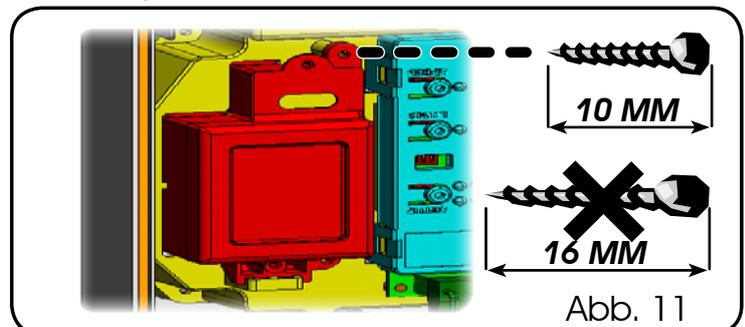

Abb. 11
- Die Batterie in die soeben ausgebildete Aufnahme einsetzen und an den entsprechenden Verankerungshalterungen befestigen (Abb.11).